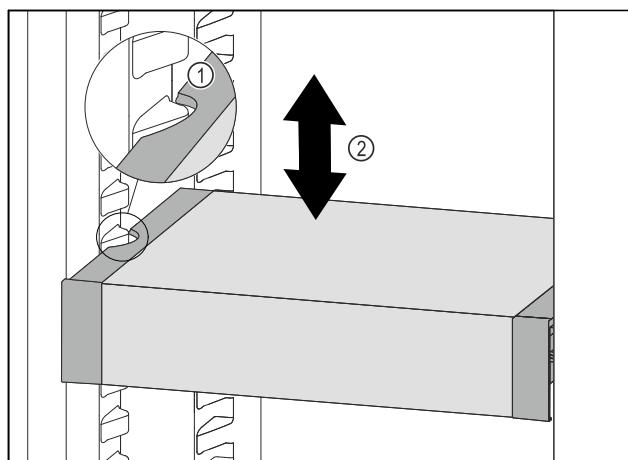

Fig. 118
- Predal VarioSafe povlecite v smeri naprej, dokler nista stranska izreza predala VarioSafe na višini nastavka za posodo v hladilniku. Fig. 118 (1)
- Predal VarioSafe premikajte v hladilniku gor ali dol, dokler ne dosežete želeno višino. Fig. 118 (2)